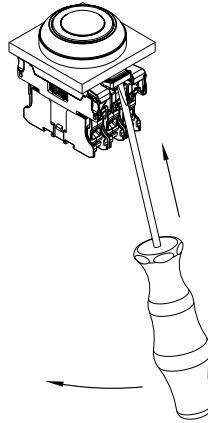

Fig. 10
1. Démontage du support de contact (Fig. 10): insérez le tournevis dans le maintien de la bride de montage. Remuez le tournevis doucement en direction de l'élément de contact pour pousser le maintien vers l'extérieur. Ainsi, le support de contact est détaché de l'embase de fixation. Répétez la procédure sur le côté opposé.